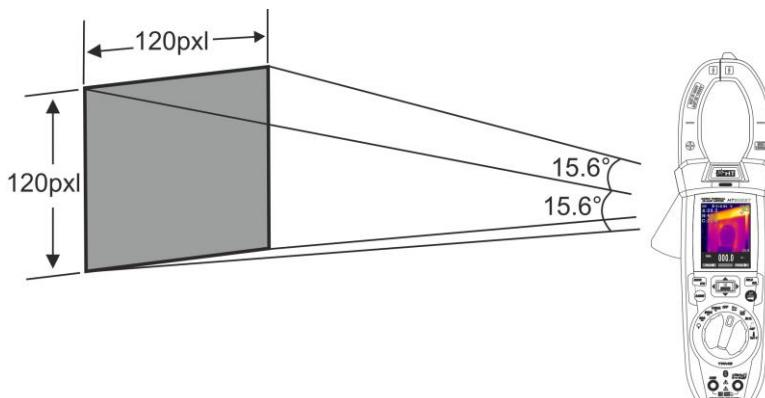

Fig. 43: Representação do FOV do instrumento HT9025T
7. Para efetuar medições precisas da temperatura deve-se certificar se a superfície do objeto em teste é sempre maior do que a superfície efetivamente mensurável pelo instrumento expressa pelo seu campo visual (FOV = Field Of View). O instrumento HT9025T tem um campo visual igual a $15.6^\circ \times 15.6^\circ$ e um vetor de deteção de 120x120 (14400) ppxl como se mostra na Fig. 43